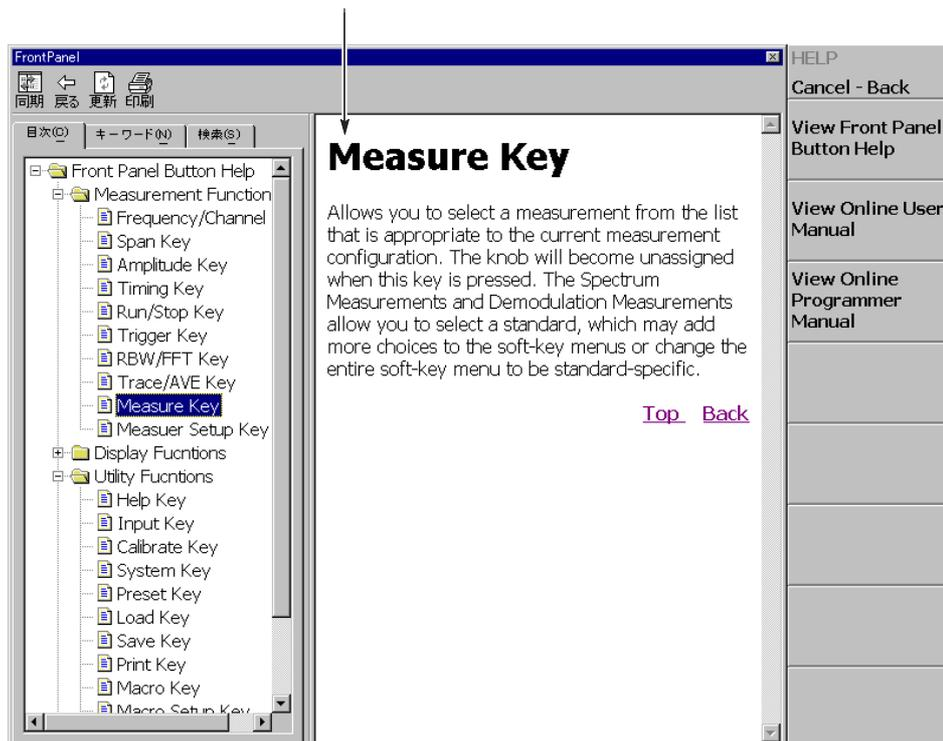

図 4-162 : MEASURE キーのヘルプ表示例
- 説明を表示するキーを押します。例えば、前面パネルの **MEASURE** キーを押せば、そのキーの説明が表示されます（図 4-162）。